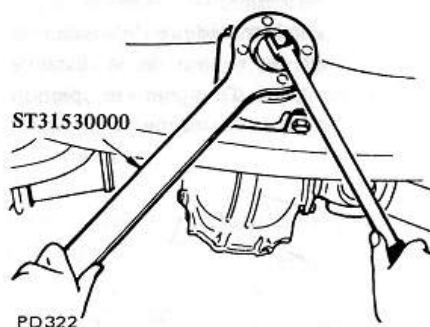

Fig. PD-39 Dépose de l'écrou du pignon d'attaque
4. Déposer l'écrou du pignon d'attaque en bloquant la contre-ride avec la clé spéciale ST31530000. Voir figure PD-39.
5. Reposer les fourches latérales ainsi que les demi-arbres sur le carter du différentiel et serrer la vis de fixation de fourche latérale au couple prescrit, en utilisant une clé dynamométrique. Voir figure PD-39.